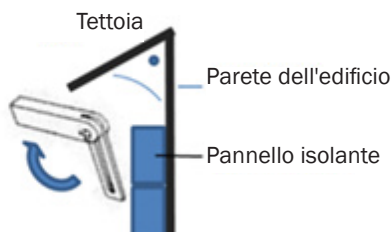

Fig. 6
- Misurare l'angolo di bisellatura sull'oggetto mediante strumento di misura o smusso (cod. art. 36 82 00) e trasferirlo sul lato orizzontale del pannello (fig. 6 + 7),
- Ribaltare in avanti la guida per bisellatura (27) e posizionare il pannello sul braccio di supporto (6).
- Allentare le viti di bloccaggio (15) in alto e in basso
- Ruotare verso destra l'archetto da taglio (3) finché la guida per bisellatura (27) dell'archetto da taglio non coincide con il contrassegno sul pannello isolante. Serrare nuovamente le viti di bloccaggio (15) in alto e in basso.
- Per ripetere questo taglio in un secondo momento, portare i ripetitori (14) sull'angolo impostato. L'angolo verrà mantenuto anche dopo aver riportato l'archetto da taglio all'indietro.